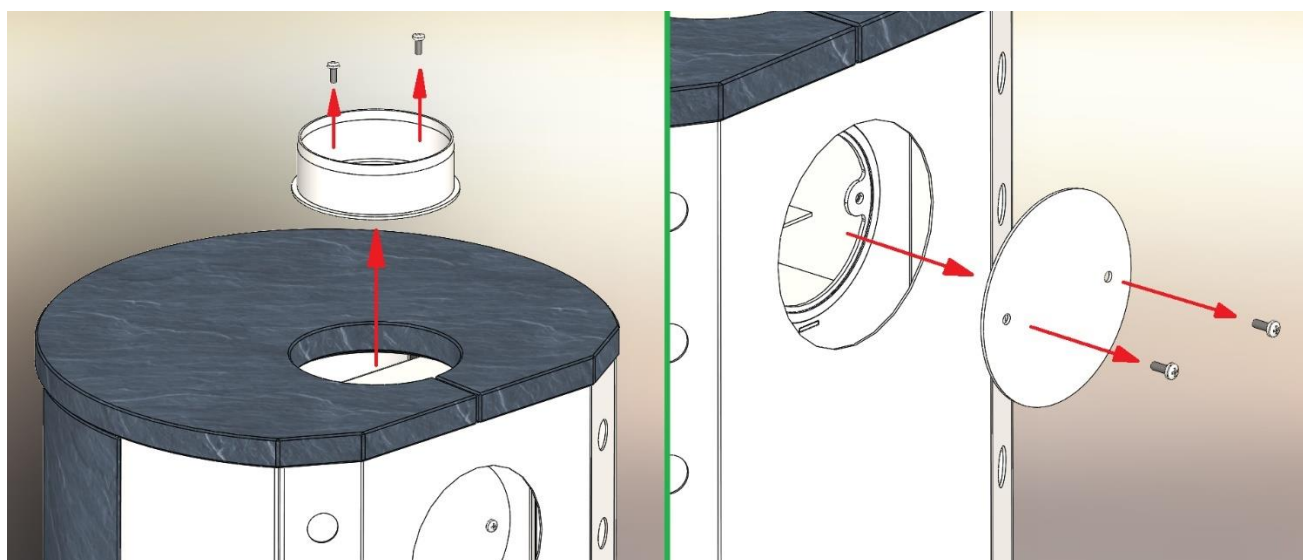

Figure 2 Remplacement du raccord et du couvercle du conduit de fumée
3. Figure 2 Remplacement du raccord et du couvercle du conduit de fumée	Page 5